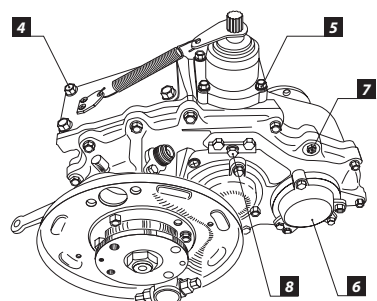

Рис. 3
6. Открутите 4 болта крепления крышки люка [4], Рис. 3: